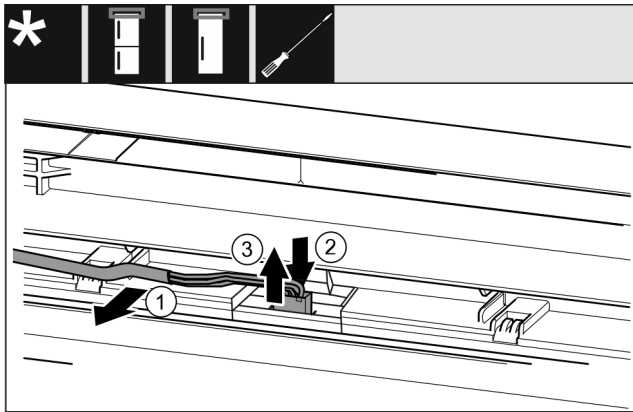

Fig. 20
- Graues Kabel vorsichtig aus der Führung in der Tür lösen. Fig. 20 (1)
- Lasche hinter dem Stecker nach hinten drücken. Fig. 20 (2)
- Stecker vorsichtig nach oben herausziehen. Fig. 20 (3)